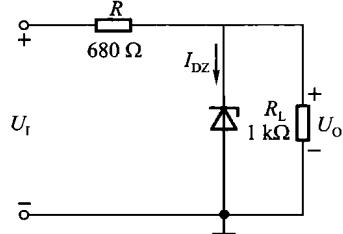

图 1.9 教材图 P1.11
例 1.6(教材习题 1.11) 稳压二极管稳压电路如图 1.9 所示，稳压二极管的参数为 $U_z = 8.5\text{ V}$, $I_z = 5\text{ mA}$, $P_{zM} = 250\text{ mW}$, 输入电压 $U_1 = 20\text{ V}$ 。(1) 求 U_o 、 I_{DZ} ；(2) 若 U_1 增加 10%， R_L 开路，分析稳压二极管是否安全；(3) 若 U_1 减小 10%， $R_L = 1\text{ k}\Omega$ ，分析稳压二极管是否工作在稳
由图 1.9 可得